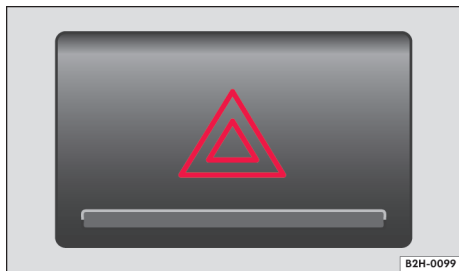

Fig. 166 En la parte central del tablero de instrumentos: pulsador de las balizas.
2. Conecte las balizas con el pulsador ⚠️ → fig. 166.